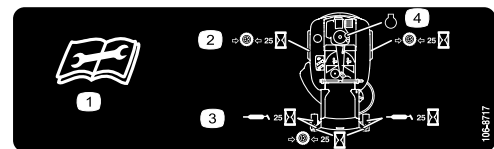

Figure 28
3. Nettoyez les graisseurs (Figure 27 et Figure 28) à l'aide d'un chiffon. Grattez la peinture qui pourrait se trouver sur les graisseurs.
4. Raccordez une pompe à graisse à chaque graisseur (Figure 27 et Figure 28). Injectez de la graisse dans les graisseurs jusqu'à ce qu'elle commence à sortir des roulements.